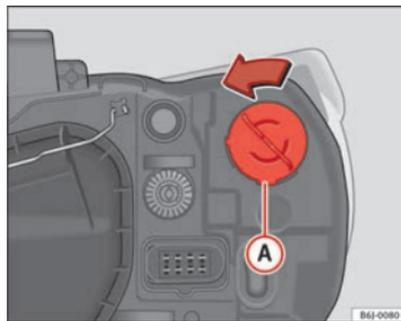

Fig. 156 Luz indicadora de mudança de direcção farol simples
- Rode o porta-lâmpadas ⇒ Fig. 156 **A** para a esquerda e puxe.